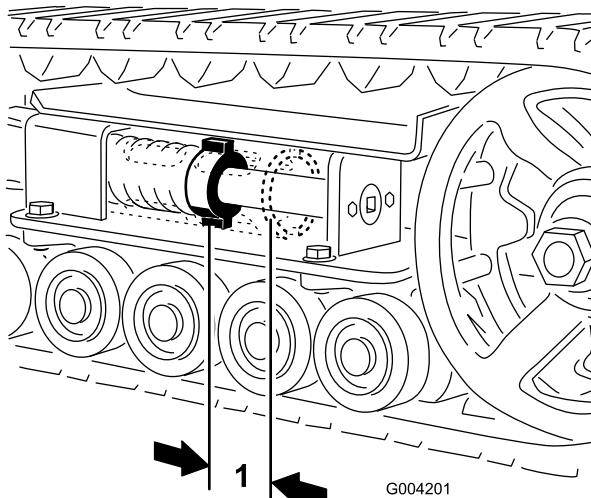

Figura 44
Deve essere presente uno spazio di 7 cm tra il dado di tensione e la parte posteriore del tubo di tensione (**Figura 44**). In caso contrario, regolare la tensione dei cingoli eseguendo la procedura di seguito riportata:
5. Utilizzando un cricchetto di trasmissione da $\frac{1}{2}$ ", ruotate la vite di tensione in senso antiorario, fino a quando la distanza tra il dado di tensione e la parte posteriore del tubo di tensione (Figura 44) non è pari a 7 cm.
12. Ruotate la vite di tensione in senso antiorario, fino a quando la distanza tra il dado di tensione e la parte posteriore del tubo di tensione (Figura 44) non è pari a 7 cm.
- Ruotate la vite di tensione in senso antiorario, fino a quando la distanza tra il dado di tensione e la parte posteriore del tubo di tensione (Figura 44) non è pari a 7 cm.